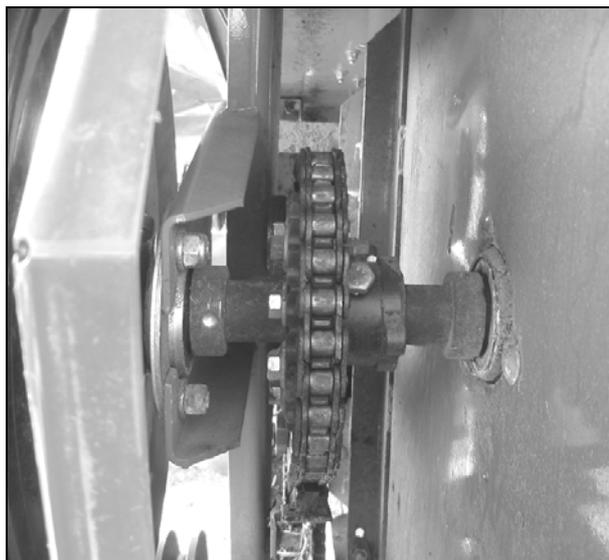

Рисунок 54
- На (Рис. 54) изображена звездочка для предыдущей модели жатки со свободной подачи.